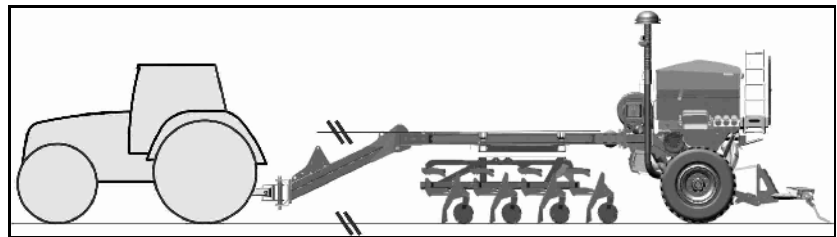

Fig. 99
6. Wahlhebel (Fig. 99/1) in Position **B** bringen.
- Kugelhahn (Fig. 99) in Position **B** halten,